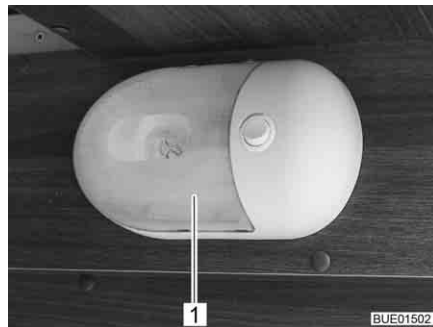

Bild 242 Lastlampa
- Tryck försiktigt samman den transparenta kåpan (Bild 242,1) på båda sidor, dra lätt bort den från brytaren och ta bort den framifrån.